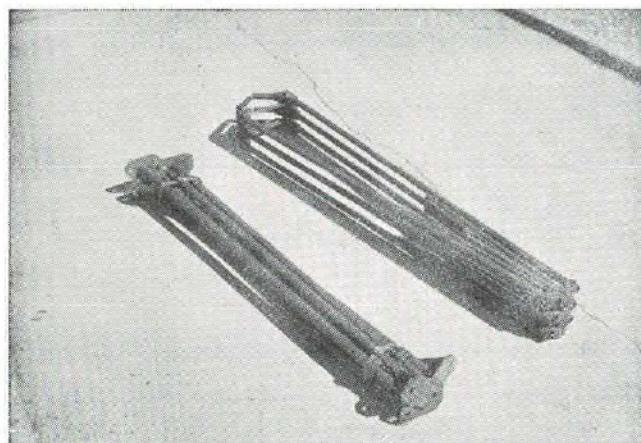

Fig. 24 - Colis des poteaux et de l'arbalétrier d'abside
La constitution du colis de poteaux demande une certaine attention. Quatre poteaux sont placés dans le même sens et les trois autres en sens inverse, l'arbalétrier d'abside est disposé au mieux dans le fardeau. Sur les extrémités du colis, les trois ou quatre semelles doivent être imbriquées pour présenter l'encombrement minimum. Les deux courroies de 0,85 qui maintiennent les colis sont placées le plus possible vers les extrémités, mais entre les deux groupes de colliers des poteaux (Fig. 24).
Dans les colis des fermes pliées (11), celles-ci reposent les unes sur les autres à l'endroit des pontets d'accrochage. L'assemblage est réalisé au moyen de quatre boulons. A une extrémité, deux boulons passent à travers les boîtes d'articulation des fermes ; à l'autre extrémité, les boulons passent dans les flasques des coudes et deux barrettes de colisage qui maintiennent l'écartement (Fig. 24).